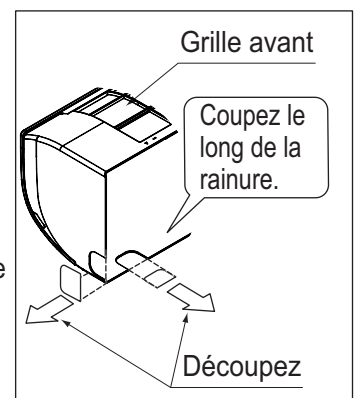

Fig. 4
- Si vous utilisez les vis de fixation du panneau d'installation (2), fixez-le avec au moins 4 vis de chaque côté (pour un total de 8 vis (catégorie 15-32), de 9 vis (catégorie 40-63)) de la position du tasseau d'installation recommandée sur le gabarit d'installation en papier fourni (3).
(3) Si vous faites passer les tuyaux par la gauche, par la partie inférieure gauche, par la droite ou par la partie inférieure droite, pratiquez le trou de passage des tuyaux dans la grille avant. (Reportez-vous à la Fig. 4)